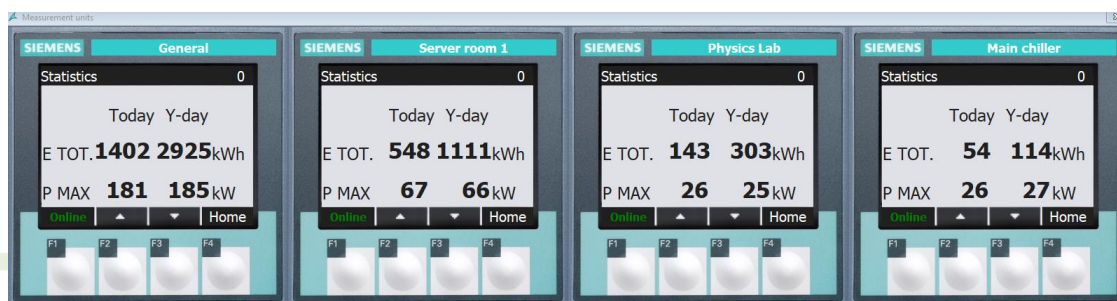

Fig.18. Analizare de rețea pentru fiecare consumator
- Prin acționarea butonului PAC din interfața de control se deschide meniul prezent în Fig.18. . Butoanele F2 și F3 corespund săgeților situate deasupra lor, fiind utile pentru navigarea meniului.